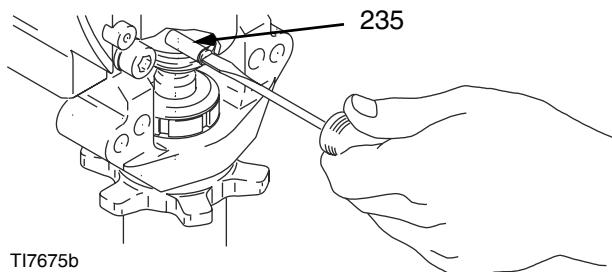

Рис. 16
5. Рис. 16. При помощи отвертки, сдвиньте стопорную шайбу вверх и вытолкните шпильку (235).
2. Рис. 16. Вставьте шпильку (235) в отверстие. Вдвиньте стопорную пружину в кольцевую канавку шатуна.